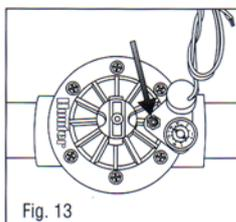

Fig. 13
3. Bevor sie den Accu-Set einschrauben, bringen die das Schrader* Ventil in die Position gegenüber des Durchflussreglers. Siehe Fig. 13